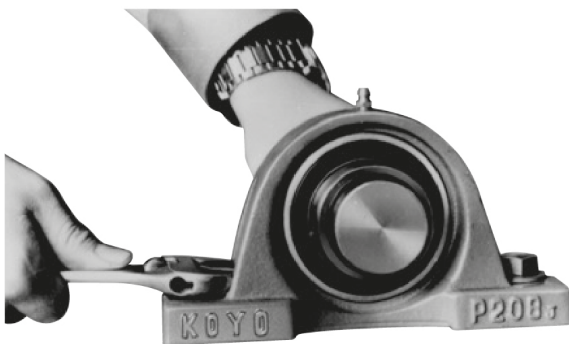

Figura 7.1
4. Coloque la chumacera en la posición específica en la base y ajústela por medio de los pernos (figura 7.1).